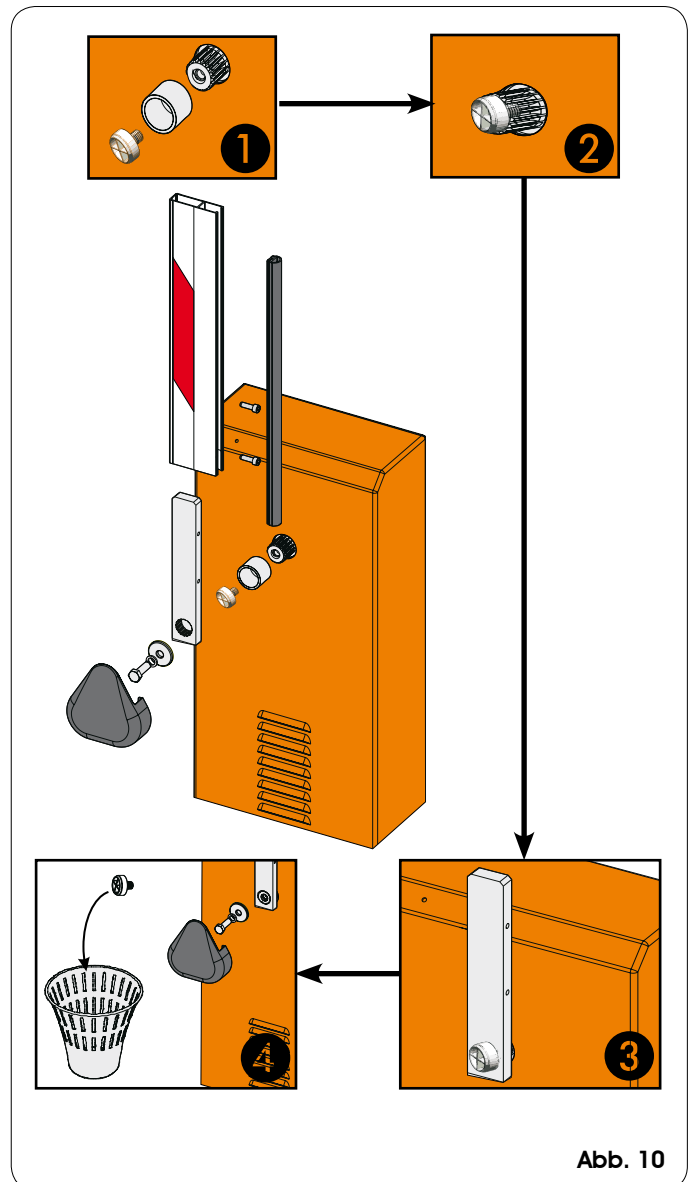
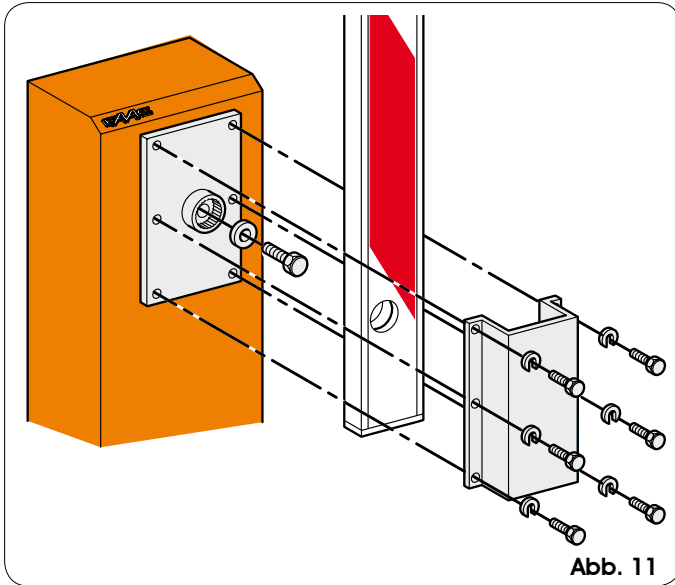

Abb. 10
Abb. 11
- 4) Den Balken mit Hilfe des im Lieferumfang enthaltenen Schraubenmaterials montieren (siehe Abb. 10 oder 11). Das Gummiprofil des Balkens muss in Schließrichtung gerichtet sein.
2. Den Balken hochstellen und aus der Balkenaufnahme herausheben (siehe Abb. 10 oder Abb. 11).